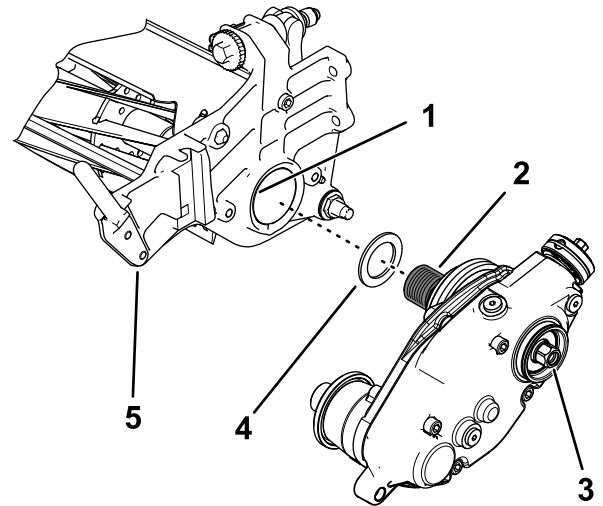

Figura 7
2. Monte el suplemento sobre las roscas del adaptador de molinete (Figura 7).
4. Fije la caja de transmisión del groomer al eje del molinete (Figura 7).
6. Mientras el molinete está inmovilizado, apriete la cabeza hexagonal del eje de la caja de transmisión a entre 135 y 150 N·m; consulte la Figura 7.